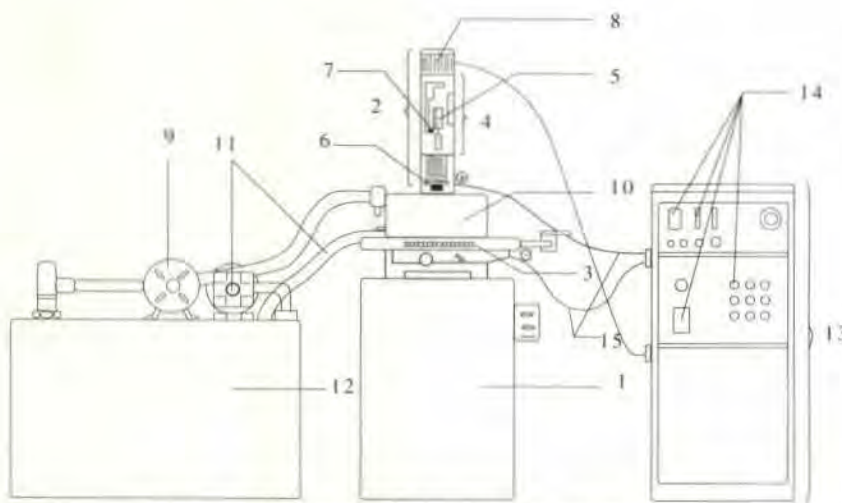

Figura 7. Componentes de una electroerosionadora
- 16. Instalación eléctrica en general (Figura 7).